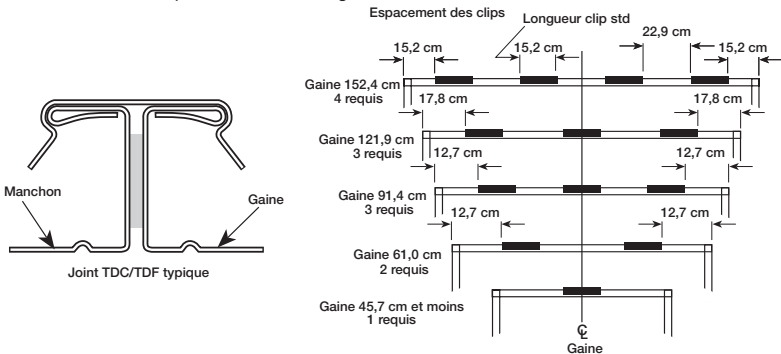

Figure 9
- Un clip métallique standard de 50,8 cm (6 po) peut être utilisé avec un espacement. Voir la Figure 9.